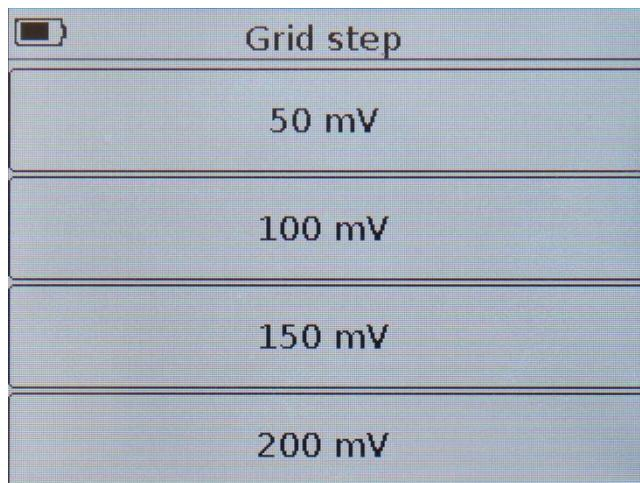

Рисунок 10.5 – Выбор шага вертикальной сетки в мВ
- Войдите в меню **Plots** (Рисунок 9.6) и нажмите на поле с названием графика. На экране прибора появится меню выбора шага вертикальной сетки в милливольтах (mV), рисунок 10.5.
- Для перехода из режима просмотра графика **Mag** в меню изменения шага вертикальной сетки (Рисунок 10.5) нажмите и удерживайте около двух секунд кнопку (14) «**PLOT**».